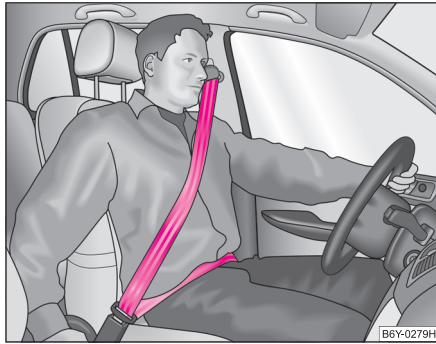

Abb. 110 Gurtbandverlauf des Schulter- und Beckengurtes
- Der Schultergurt-Teil darf niemals über den Hals verlaufen, sondern muss ungefähr über die Schultermittle verlaufen und gut am Oberkörper anliegen. Der Beckengurt-Teil muss vor das Becken gelegt werden, darf nicht über den Bauch verlaufen und muss immer fest anliegen ⇒ Abb. 110. Das Gurtband gegebenenfalls ausrichten.